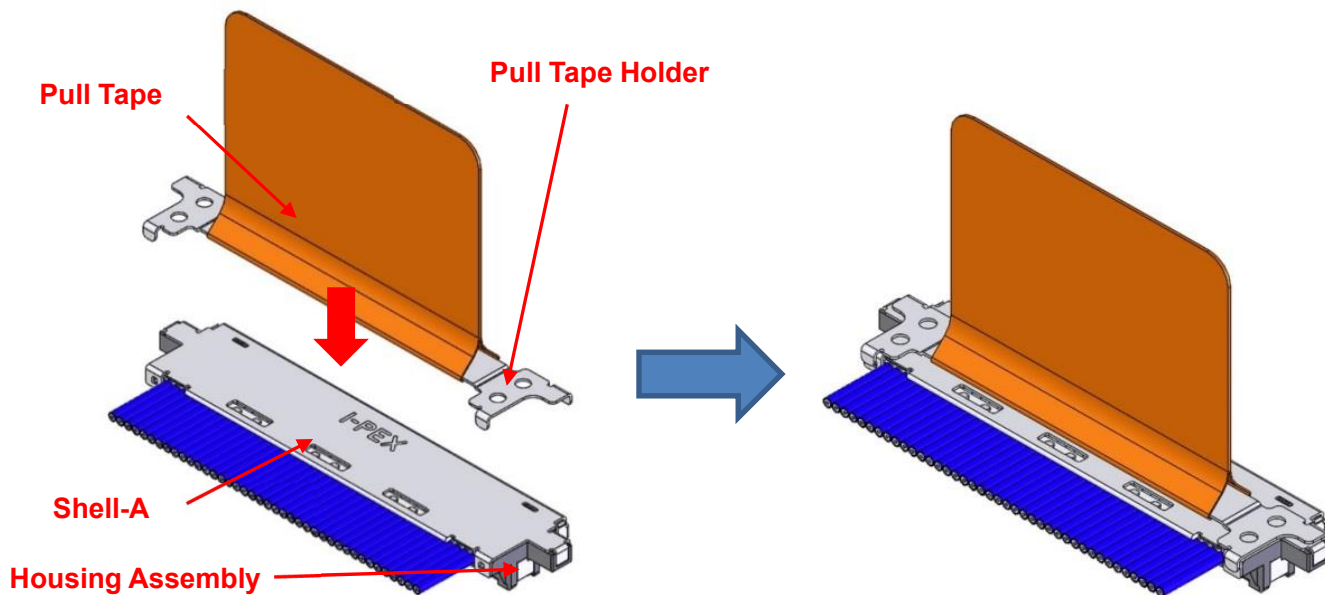

图. 11 组装 Pull Tape Holder
② 如图. 11 所示，从 Shell-A 的上面组装 Pull Tape Holder。